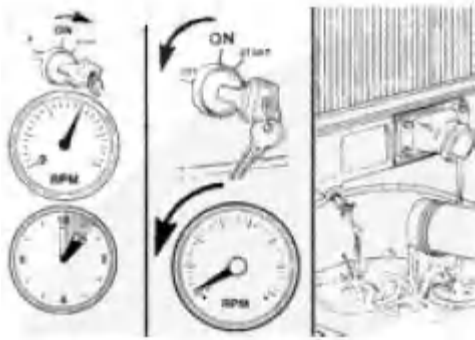

图 3-26
- 关闭发动机，待水温降低到 50℃ 以下排放冷却水。如果排出的水仍然肮脏，必须继续冲洗直到排出清洁的水。将水全部排后关闭放水阀。（图 3-26）